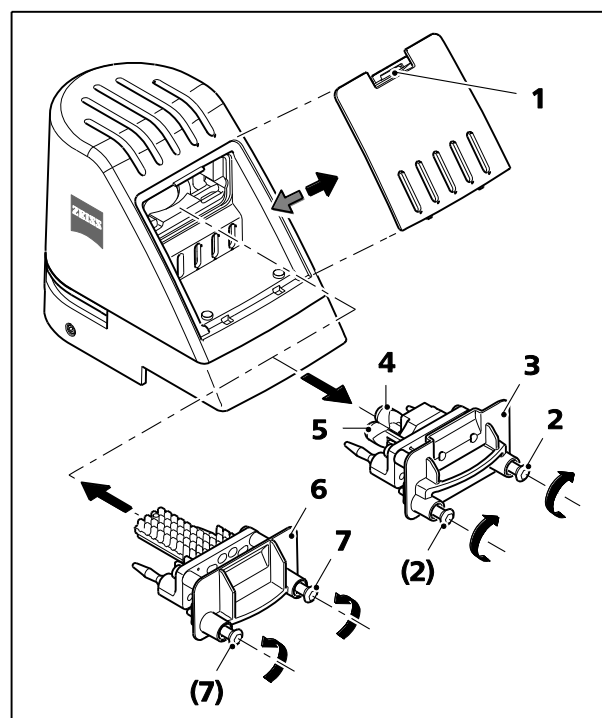

Fig. 20 Remplacement de l'ampoule halogène 6 V / 30 W ou du dispositif d'éclairage à lumière transmise par une LED
- Appuyer sur la patte de serrage du couvercle (Fig. 20/1) et retirer le couvercle du support.
- Desserrer les deux vis de fixation (Fig. 20/2) du dispositif d'éclairage à lumière transmise (par ex., dispositif d'éclairage à lumière transmise avec ampoule halogène, Fig. 20/3). Appuyer alors légèrement les vis contre le ressort et les faire pivoter de 90° : Tourner les vis gauche et droite dans le sens des aiguilles d'une montre.
- Retirer le dispositif d'éclairage à lumière transmise (Fig. 20/3) du statif.
- Retirer l'ampoule halogène (Fig. 20/4) du support de lampe et insérer la nouvelle ampoule halogène. Ne pas toucher la nouvelle lampe à mains nues, car tout contact réduirait sa durée de vie.
- ☞ Une ampoule de rechange (Fig. 20/5) peut être placée dans le dispositif d'éclairage à lumière transmise avec ampoule halogène et y rester en place pendant le fonctionnement.
- Pousser le dispositif d'éclairage à lumière transmise (par ex. le dispositif d'éclairage à lumière transmise avec LED, Fig. 20/6) sur le statif et le fixer le avec les deux vis (Fig. 20/7). Appuyer alors légèrement les vis contre le ressort et les faire pivoter de 90° : Tourner les vis droite et gauche dans le sens inverse des aiguilles d'une montre.
- Fixer à nouveau le couvercle (Fig. 20/1) au statif et le laisser s'enclencher en position.